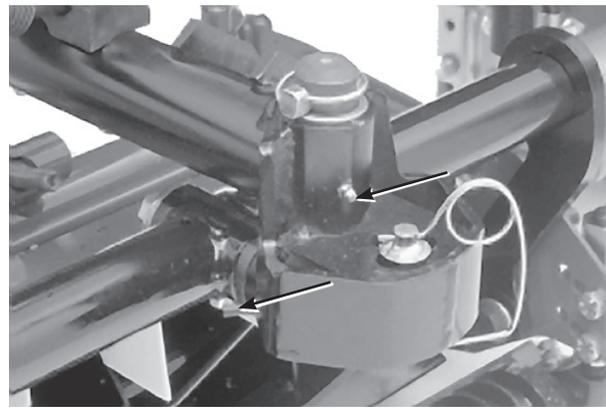

図36
- カuttingユニットのキャリア・フレームとピボット (各2) (図36)